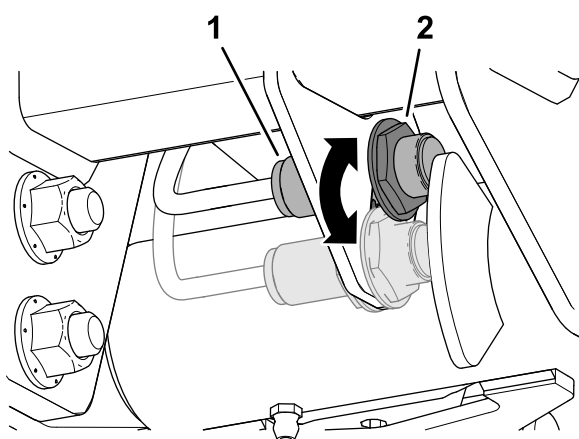

Figura 53
3. Afrouxe a contraporca que fixa o interruptor do braço de elevação à placa do interruptor (Figura 53).